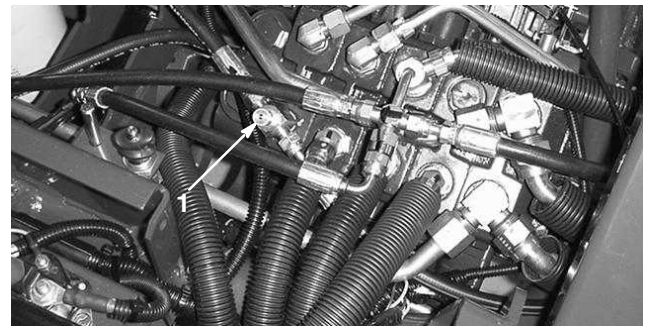

Bild 49
1. Heben Sie den Sitz hoch und machen das auf dem Hauptreguliertventil befindliche Stromventil ausfindig (Bild 49).